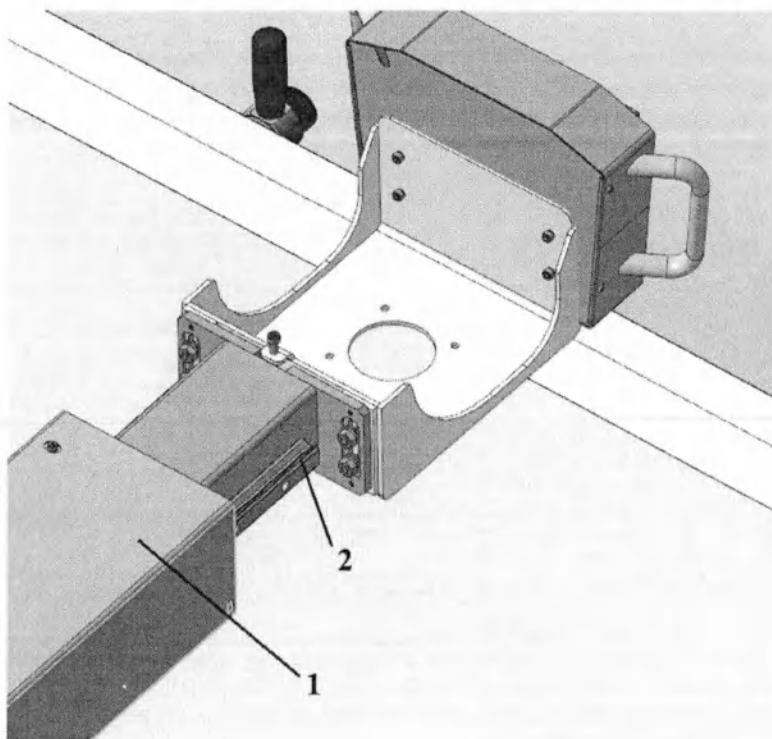
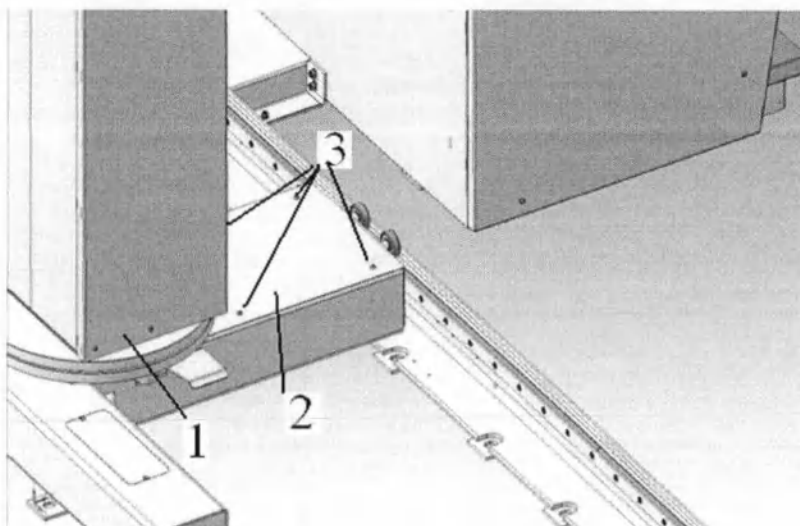

Рисунок 2.9.7 – Схема расположения направляющей траверсы
Рисунок 2.9.9 – Схема регулировки вертикальности колонны штатива
По мере загрязнения направляющей траверсы каретки вертикального хода необходимо провести очистку от грязи и смазку (рисунок 2.9.7).
- открутить четыре винта 3(рисунок 2.9.9);
- установить колонну 1 (рисунок 2.9.9) в вертикальное положение, контролируя горизонтальность траверсы 1(рисунок 2.9.7) уровнем;
- проверить (рисунок 3.8) совпадение риски светового центратора с риской на растре во всем диапазоне вертикального перемещения излучателя. При не совпадении рисок на величину меньшую ± 2 мм завершить операции, установить на место крышку 2 и завинтить четыре винта 3 (рисунок 2.9.9). При не совпадении рисок на величину большую ± 2 мм операции повторить.